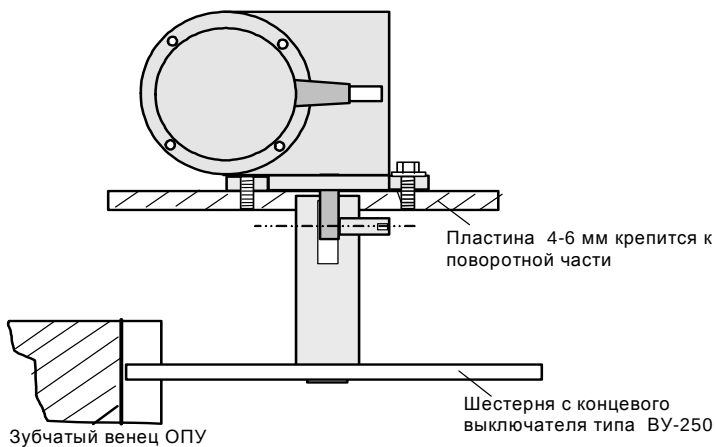

Рисунок 19 – Пример установки датчиков пути поворота
- с опорно-поворотным устройством крана для датчика азимута (см. рисунок 19);
- с осью барабана лебедки грузовой тележки (для балочной стрелы) или с осью вращения стрелы (для маневровой стрелы) для датчика вылета; (см. рисунок.19 или 22).
- с осью барабана грузовой лебедки для датчика высоты (см. рисунок 19 или 22);
- с осью ведомого ходового колеса для датчика пути (см. рисунок 19 или 22).